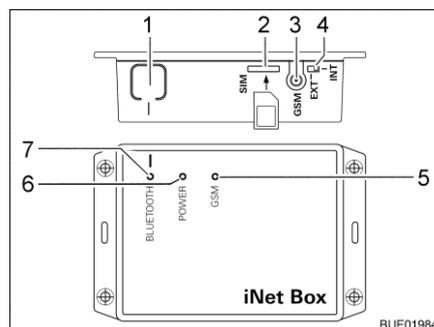

Fig. 109 Truma iNet-Box
- Pulsar la tecla BLUETOOTH (Fig. 109,1) en la iNet-Box por 1 segundo. La Truma iNet-Box estará visible por aprox. 2 minutos en el terminal móvil (nombre: "Truma iNet-Box"). Durante este intervalo, el LED BLUETOOTH azul (Fig. 109,7) estará parpadeando.
- Insertar la tarjeta mini SIM con número de teléfono propio y suficiente crédito cuidadosamente en la ranura (Fig. 109,2) de la Truma iNet-Box del modo mostrado hasta que engatille. El LED GSM rojo (Fig. 109,5) deberá parpadear de manera permanente. Si el LED rojo se apaga después de 20 segundos: Controlar la tarjeta mini SIM.